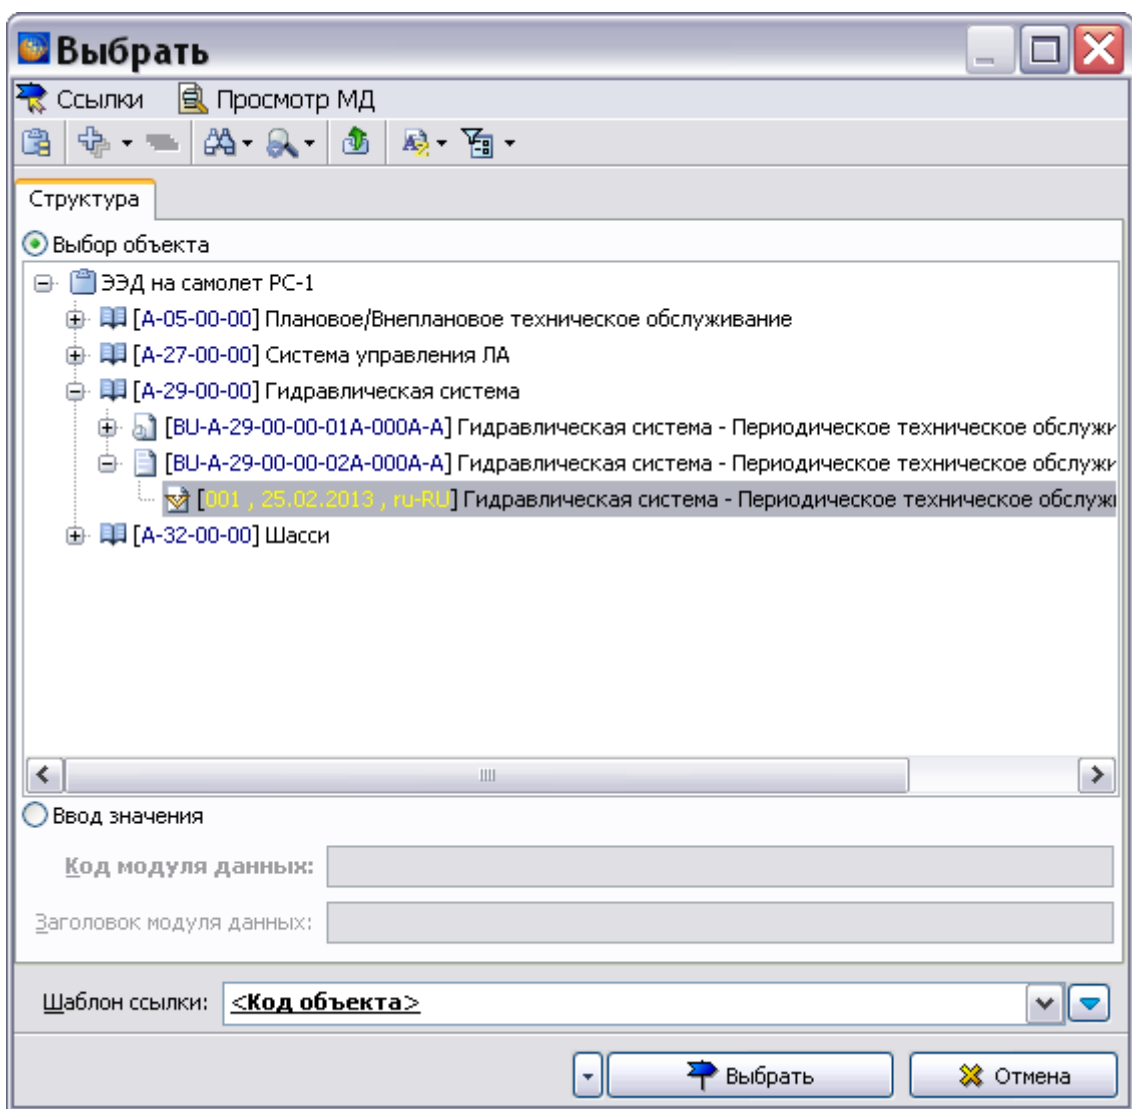

Рис. 21.81
2. Нажмите на кнопку **Заменить** или в меню **Обработка** выберите пункт **Заменить**. После этого появится окно **Выбрать** со структурой проекта (Рис. 21.81).
3. Выберите для ссылки версию МД с измененным кодом (Рис. 21.81).